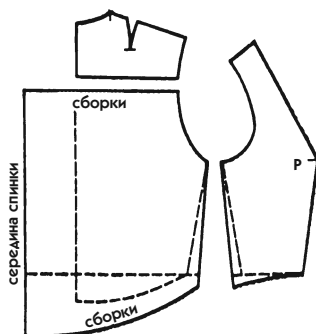

Рис. 557
- Начертите окончательное лекало, как показано на рис. 557: его необязательно разрезать на полоски, чтобы вставлять расширение, потому что верхний край представляет собой горизонтальную линию. Что касается нижнего края, его закругленная форма не принимается во внимание, потому что эта деталь будет удлинена для получения напуска.
4. На передней части лифа сделайте также небольшое расширение сбоку и такой же напуск, который может продолжиться по всему обхвату на одинаковой высоте и сойти на нет, как на рис. 557.